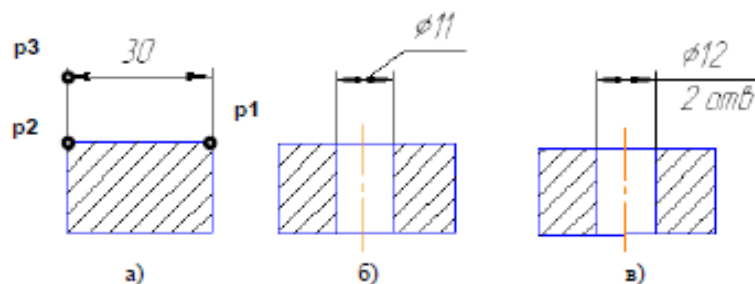

Рис. 2.2. Варианты нанесение линейных размеров
3. Указать графическим курсором точку p1 – начало первой выносной линии (рис. 2.2 а).
5. Указать графическим курсором точку p3 – положение размерной линии для нанесения линейного размера со знаком диаметра и на полке (рис. 2.2 б).